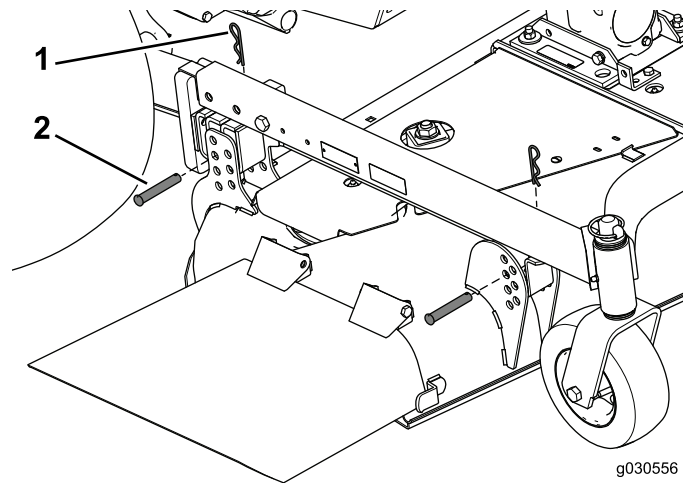

図 33
4. エンドヨークをギアボックスのシャフトに固定しているクレビスピンとヘアピンを外して脇に置く 図 33。